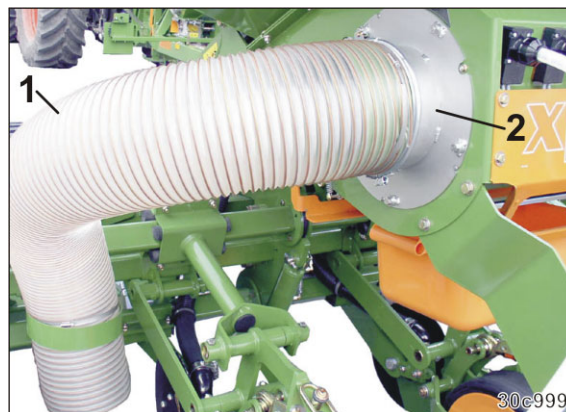

Fig. 289
2. Démonter le flexible d'évacuation d'air (Fig. 289/1) du couvercle du carter (Fig. 289/2).